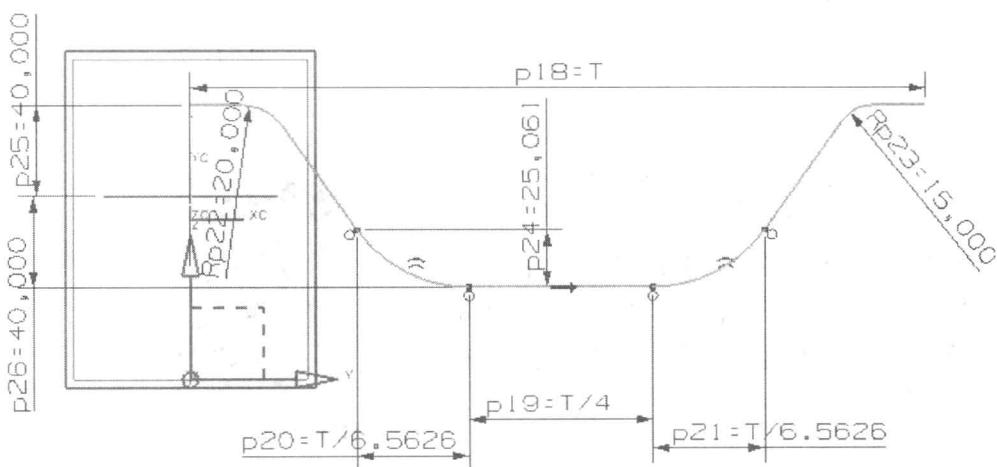

图 1-25
(5) 标注尺寸。由于关联尺寸较多，且绘制尺寸跟实际尺寸差距较大时，一般采用延迟计算，在【草图】工具条中选择 (延迟计算) 图标，在【草图约束】工具条中选择 (自动判断的尺寸) 图标，按照如图 1-25 所示的尺寸进行标注。 $P18 = T$, $P19 = T/4$, $P20 = T/6.5626$, $P21 = T/6.5626$, $P22 = 20$, $P23 = 15$, $P24 = 25.061$, $P25 = 40$, $P26 = 40$ 。
当标注完上述尺寸后，此时草图曲线已经转换成绿色，在窗口状态栏出现草图已完全约束提示，最后在【草图】工具条中选择 (评估草图) 图标，生成草图如图 1-25 所示。